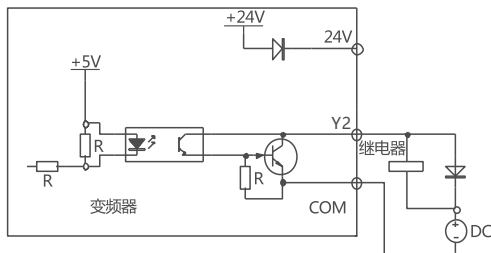

图 4.18 多功能输出端子接线方式2
(2) 多功能输出端子Y1也可使用外部电源，接线方式如图4.18所示。